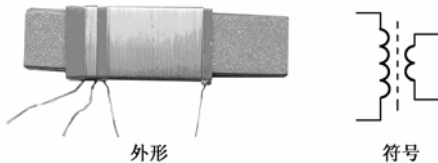

图 3-9 磁性天线
**高频变压器是指用在高频电路中的变压器。**高频变压器一般采用磁芯或空心，其中采用磁芯的更为多见，最常见的高频变压器就是收音机的磁性天线，其外形和电路符号如图 3-9 所示。